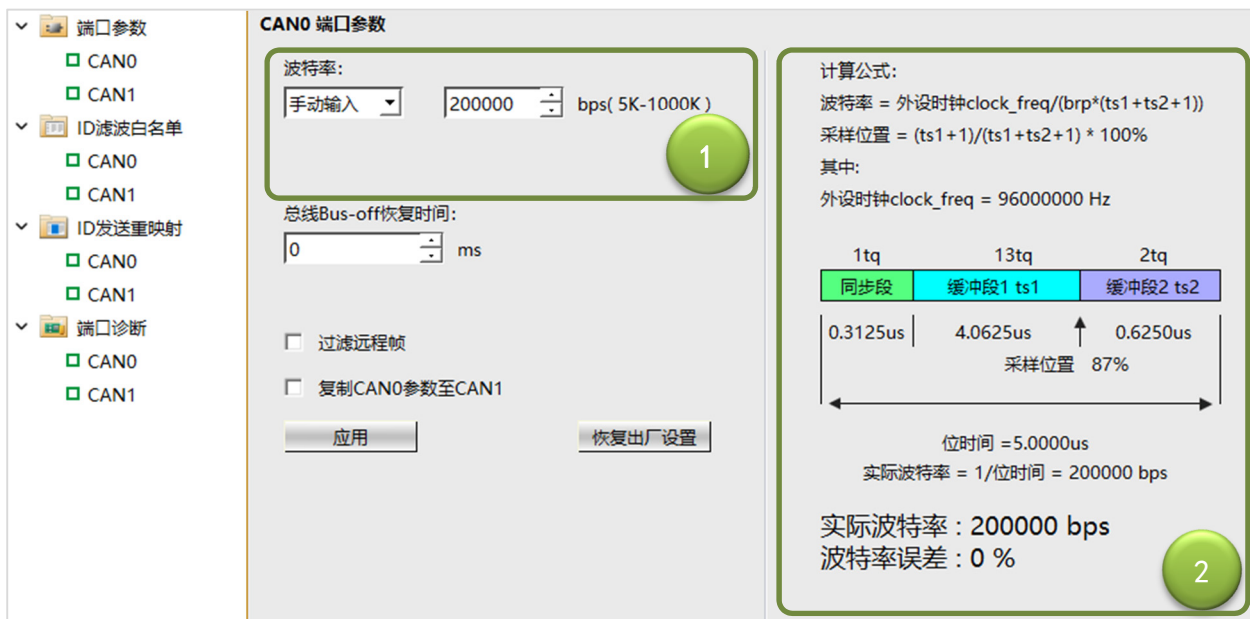

图 8 手动输入
b. 手动输入模式 (图 8) :
- ① 手动输入模式，通过波特率下拉列表选择“手动输入”，激活输入文本框，该模式通过软件算法，为任意/特殊波特率提供一种简单易用的设置方法。该算法将在遵循 CiA 采样位置建议的基础上，寻求最优（误差最小）的波特率值。
- ② 位时间的具体配置细节、实际波特率及波特率误差将反映在界面右侧，用户可根据具体情况选择是否应用。建议波特率误差 < 0.5%。